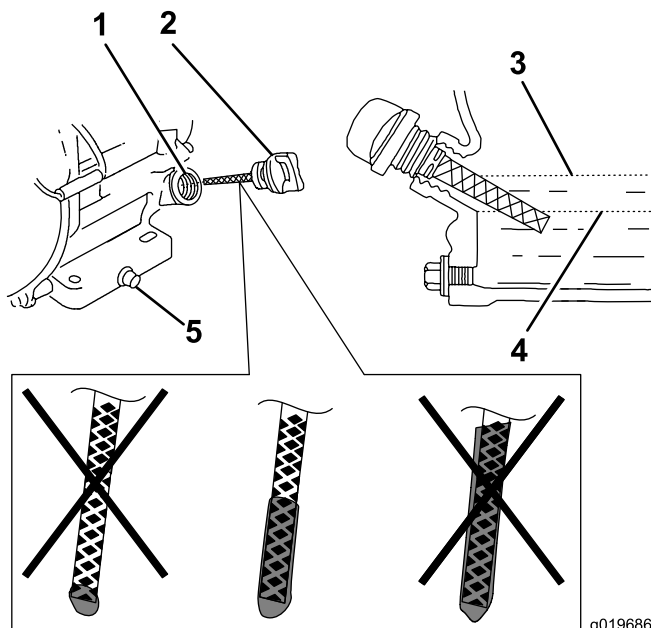

図 18
6. ディップスティックを抜いてエンジンオイルの量を点検する **図 18**。